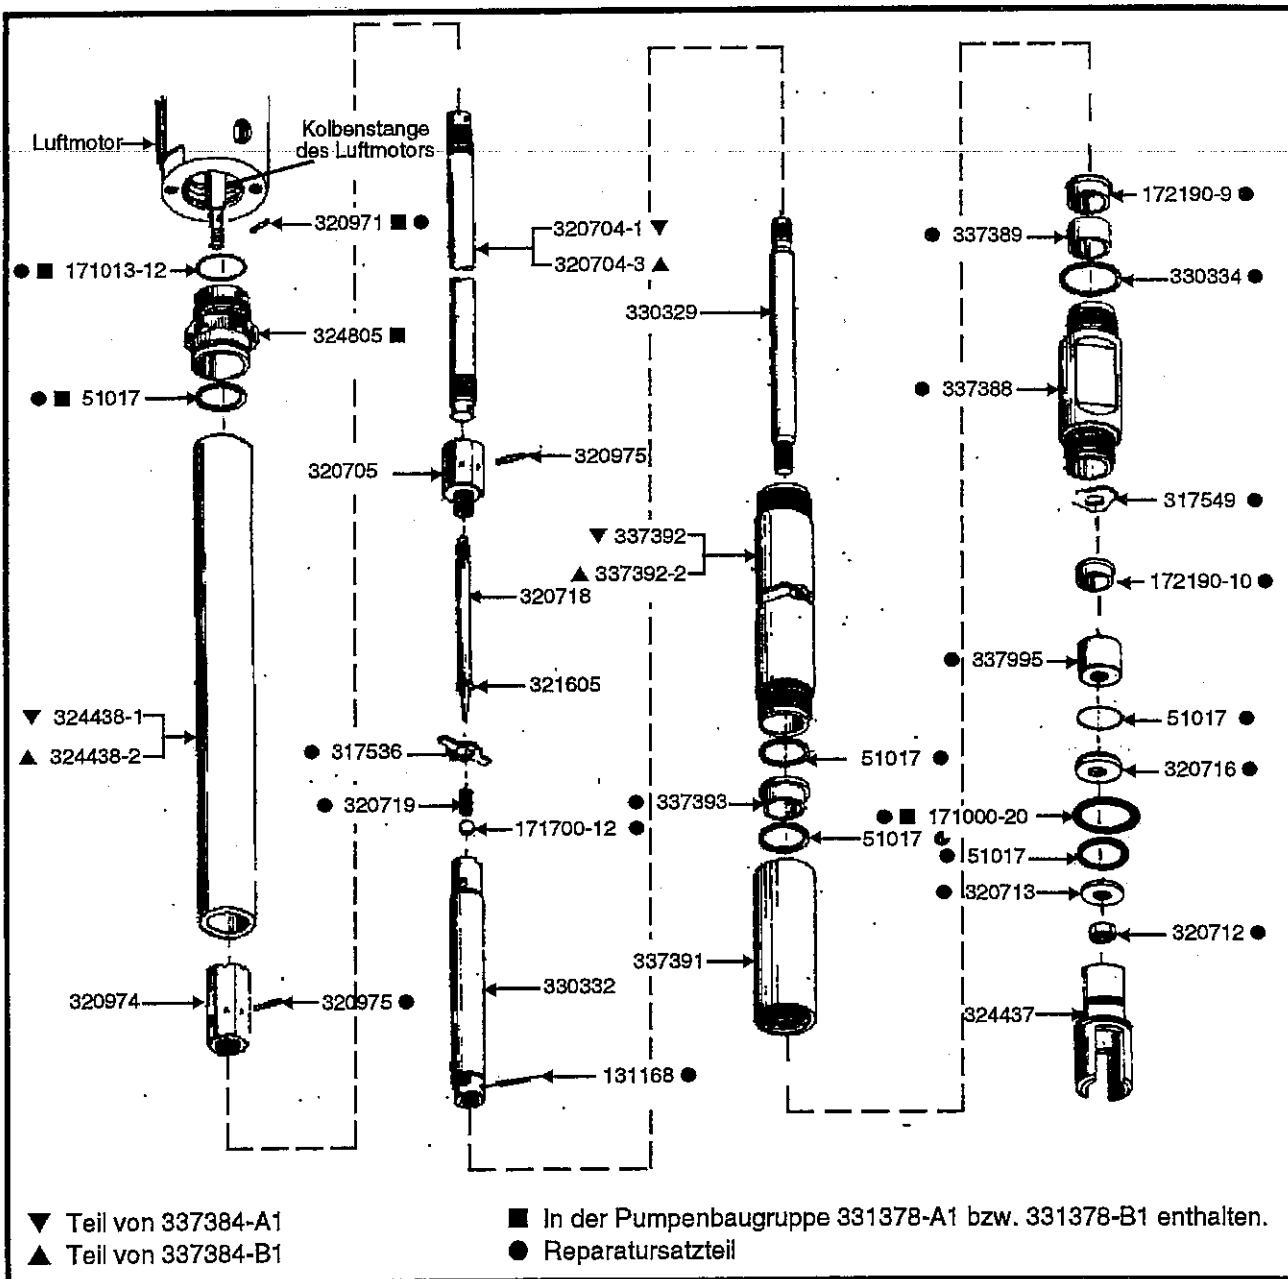

Abbildung 5: Wiederausammenbau des Pumpenrohrs 337384-A1 bzw. 337384-B1
Wartung der Pumpenrohrbaugruppe: (Abbildung 5)
WIEDERZUSAMMENBAU DES PUMPENROHRS (ABBILDUNG 5)
14. Die Unterlegscheibe 330334 über das Ende des Verlängerungsstücks 337388 mit blankem Metall jenseits des Endes der Gewinde schlüpfen (Siehe Abbildung 5 für die ordnungsgemäße Ausrichtung des Verlängerungsstücks).
22. Die Dichtung 172190-10 und die Ansaugstange 330329 großzügig schmieren. Das Ventil mit der Dichtung auf die Stange anbringen. (Siehe Abbildung 5 für die ordnungsgemäße Orientierung der Ventilbaugruppe).